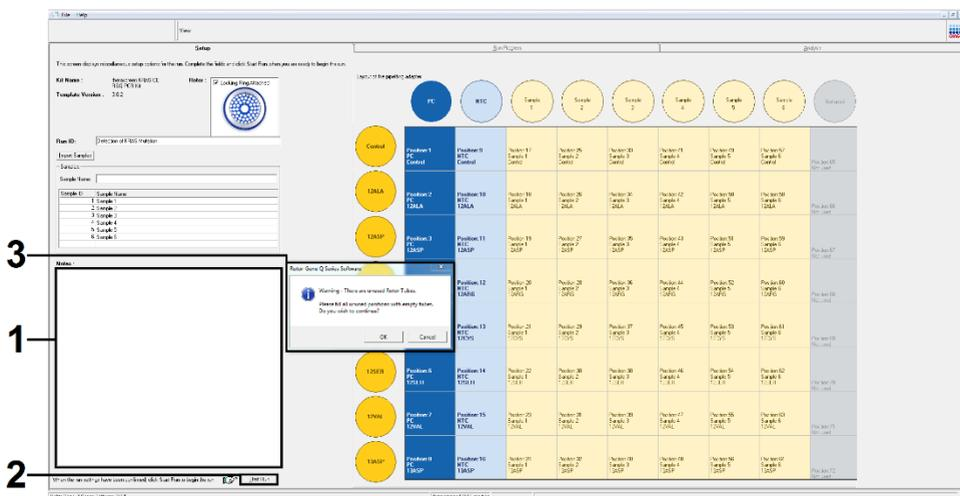
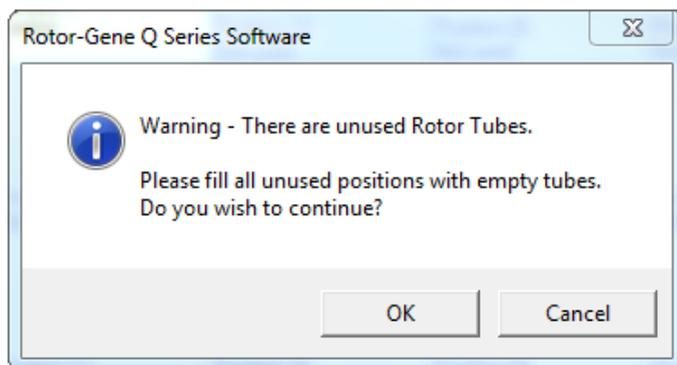

Figura 15. 1 = campo de diálogo "Notes" (Notas); 2 = "Start Run" (Iniciar execução); 3 = "Warning" (Aviso) das posições não usadas do rotor.
Figura 16. "Warning" (Aviso) das posições não usadas do rotor.
17. Quando todos os nomes de amostras tiverem sido inseridos, verifique se eles estão corretos. Caso seja necessário, inclua informações adicionais no campo Notes (Notas) e, em seguida, clique em Start Run (Iniciar execução) (Figura 15).
Nota: Se alguma posição do rotor não estiver sendo usada, será exibido um "Warning" (Aviso) (Figura 15 e Figura 16), para lembrar ao usuário que todas as posições não usadas do rotor devem ser ocupadas por tubos vazios tampados. Verifique se todas as posições não usadas do rotor estão ocupadas com tubos vazios tampados e clique em OK para continuar.